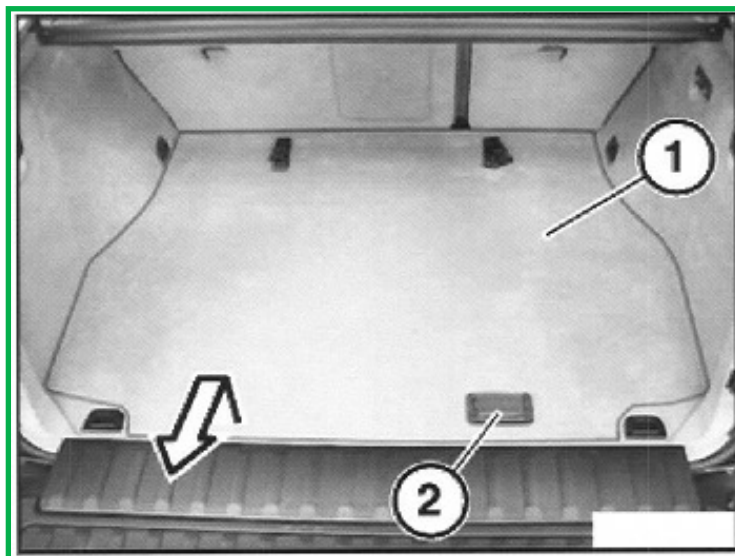

FIGURA 1
1. Aprire lo sportello del vano bagagli, sganciare il pannello di finitura vano bagagli (1) tramite la maniglia (2) ed estrarlo. (Figura 1)